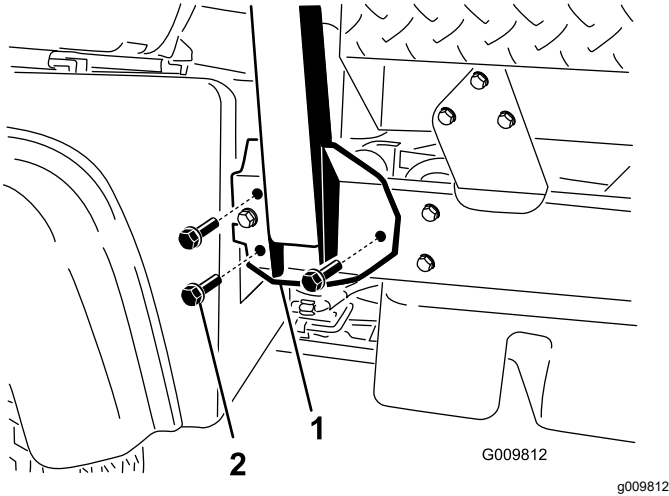

图 4
2. 将翻车保护杆的两侧与机器机架两侧的的安装孔对齐 图 4。
3. 在每侧各用 3 个凸缘头螺栓 $\frac{1}{2} \times 1\frac{1}{4}$ 英寸将翻车保护杆安装支架固定到机器框架上 图 4。